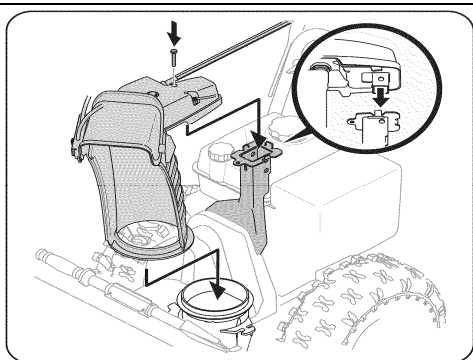

Рис. 4
4. Установите желоб на основание и заведите шестигранным концом тягу управления желобом под панель управления. Установите шестигранный болт, снятый на предыдущих шагах, но не фиксируйте барашковой гайкой. (См. Рис. 4).